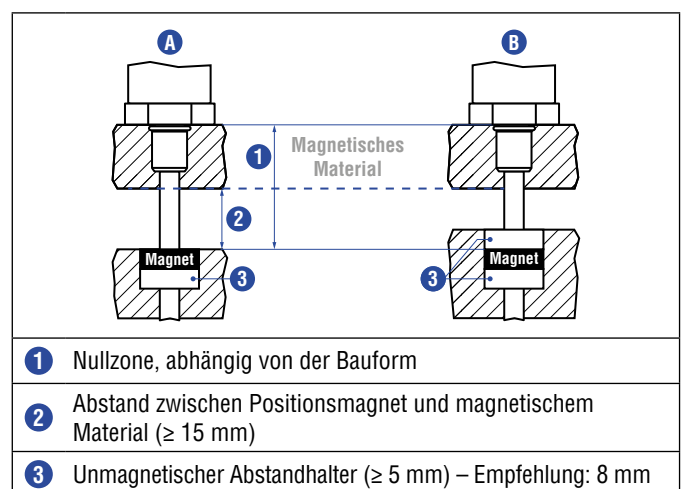

Abb. 15: Einbau mit magnetischem Material
- Der minimale Abstand zwischen Positionsmagnet und magnetischem Material beträgt 15 mm (Abb. 15)
- Beachten Sie die Maße in Abb. 15 bei der Nutzung von magnetischem Material
Bei der Verwendung von magnetischem Material die in Abb. 15 dargestellten Maße unbedingt beachten.